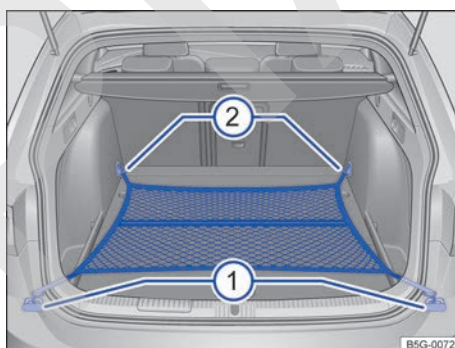

Fig. 172 En el maletero: bolsa de red enganchada a ras del piso.
- Dado el caso, levante las argollas de amarre delanteras → fig. 172 ②.
- Fije los ganchos de la bolsa en las argollas de amarre ② → ⚠. La cremallera de la bolsa tiene que quedar hacia arriba.
- Fije los ganchos de la bolsa en las argollas de amarre ①.